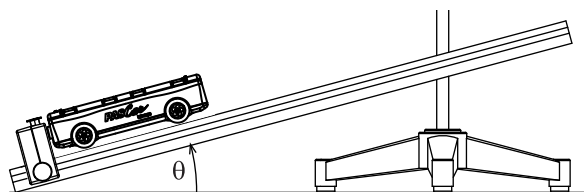

Рис. 8.2
1. Закрепите дорожку на штативе с помощью муфты, как показано на рис. 8.2. Приподнимите один конец дорожки примерно на 10 см.